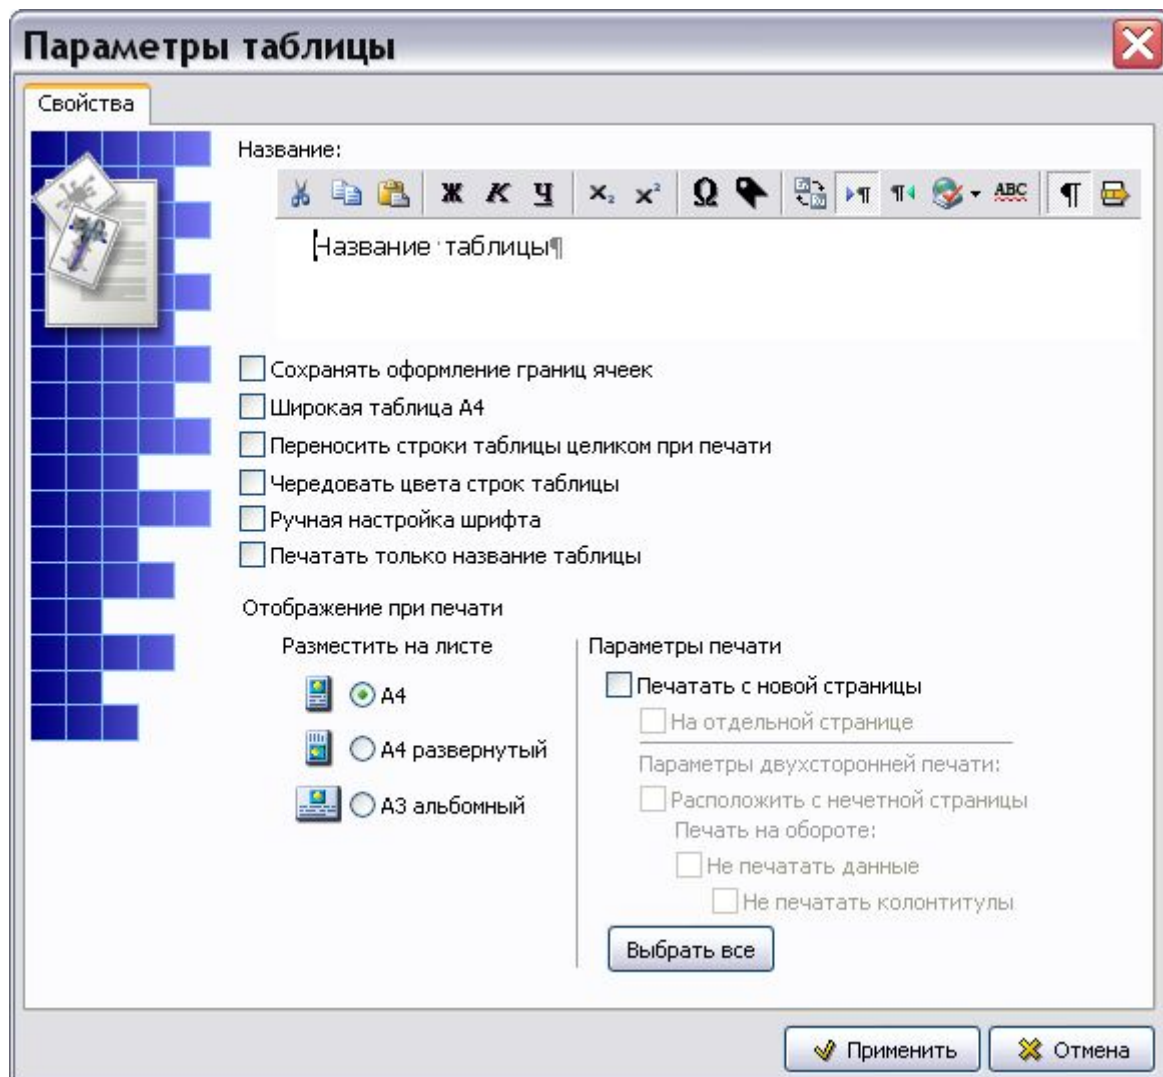

Рис. 5.16
- В контекстном меню выберите пункт **Свойства**. После этого откроется окно **Параметры таблицы** (Рис. 5.16).